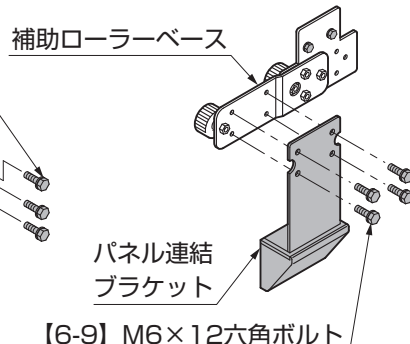

図14-5
- ④補助ローラーベースにパネル連結ブラケットを【6-9】で仮固定してください。（図14-5参照）
- ②仮固定しているパネル連結ブラケットをしっかりと固定してください。(図14-5参照)